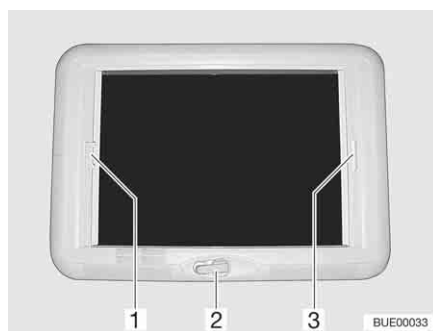

Fig. 132 Claraboya de manivela
- Girar la manivela (Fig. 132,2) hasta que se note resistencia.
- Tirar del tirador (Fig. 132,3) del estor plegable y soltarlo en la posición deseada. El estor plegable se queda fijo en esta posición.
- Tirar del tirador (Fig. 132,1) de la protección contra insectos hacia el tirador opuesto del estor plegable (Fig. 132,3) y hacerlos engatillar.
- Presionar el tirador de la protección contra insectos (Fig. 132,1) por la parte de atrás hacia arriba y desengancharla del estor plegable (Fig. 132,3).